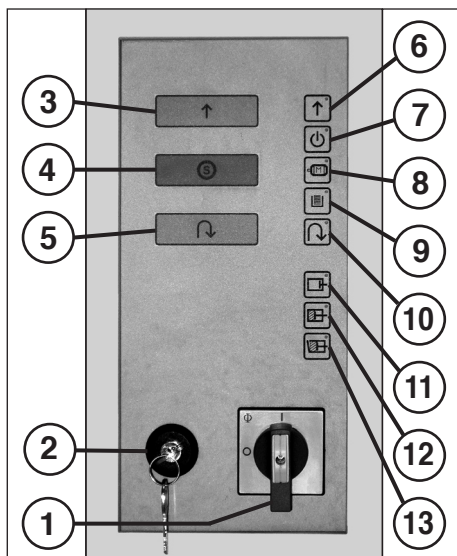

Fig. 5
2. Desbloquear o interruptor de bloqueio (2), e accionar o botão de pressão “Marcha de avanço do mecanismo de corte” (3) (fig. 5).
ELEMENTOS DE MANEJO (fig. 5, 6):
(emergência-desligação) (fig. 5)
2 = Interruptor de bloqueio (fig. 5)